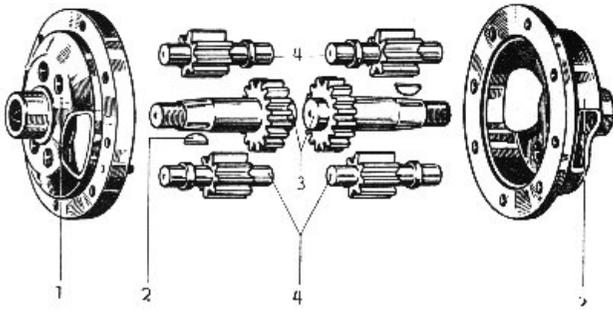

Bild G 21. Explosivdarstellung des Ausgleichgetriebes
(1) Differentialgehäuse, rechts, (2) Scheibfeder, (3) große Differentialräder, (4) kleine Differentialräder, (5) Differentialgehäuse, links
2. Beschädigte bzw. infolge normalen Verschleißes stark abgenutzte Differentialräder sind zu erneuern. Differentialräder in die Gehäusebohrungen einführen (Bild G 21).